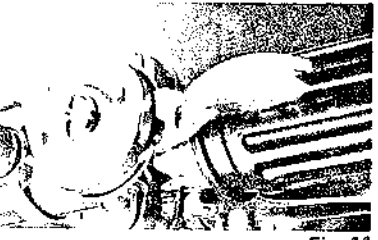

Fig. 11
- c) Pousser l'accélérateur d'un tiers de sa course. (Fig. 11)